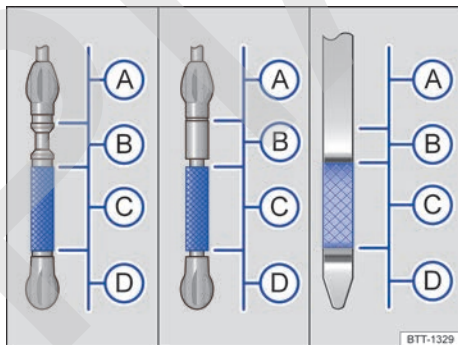

Fig. 253 Marcas del nivel de aceite del motor en la varilla de medición del nivel de aceite (variantes).
Si se somete el motor a grandes esfuerzos (p. ej., efectuando largos recorridos por autopista en verano, circulando con remolque → pág. 266 o atravesando puertos de alta montaña), el nivel de aceite debería encontrarse en la zona superior permitida de → fig. 253 Ⓒ.
Leyenda de la **fig. 253**:
7. Extraiga nuevamente la varilla de medición y compruebe en ella el nivel de aceite → **fig. 253** como sigue:
- (A)** El nivel de aceite del motor está demasiado alto. Dado el caso, tenga en cuenta los mensajes que se muestren en la pantalla del cuadro de instrumentos y **avise a un taller especializado** → **(D)**.
- (B)** **No añada aceite del motor** → **(D)**. Continúe en el paso 16.
- (C)** El nivel de aceite del motor es correcto. Se puede añadir aceite hasta el **límite superior de esta zona** si, p. ej., se somete el motor a grandes esfuerzos → **fig. 253**. Continúe en el paso 8 o 16.
- (D)** El nivel de aceite del motor está demasiado bajo. **Añada sin falta aceite del motor**. Continúe en el paso 8.
13. Al final del proceso, el nivel de aceite debería encontrarse por el centro de la zona → **fig. 253 (C)**. El nivel de aceite no debería encontrarse en la zona → **fig. 253 (B)**, por encima de → **fig. 253 (C)**, y no permita nunca que se encuentre en la zona → **fig. 253 (A)** → **(D)**.
14. Si por descuido ha añadido demasiado aceite y el nivel se encuentra en la zona → **fig. 253 (A)**, **no ponga el motor en marcha**. Avise a un taller especializado y, dado el caso, solicite la ayuda de personal especializado.
- Si por descuido ha añadido demasiado aceite del motor y el nivel se encuentra en la zona → fig. 253 (A), no ponga el motor en marcha. Avise a un taller especializado y, dado el caso, solicite la ayuda de personal especializado. ¡De lo contrario podrían dañarse el catalizador y el motor!
No permita nunca que el nivel de aceite del motor se encuentre por encima de la zona → fig. 253 (B). De no ser así, podría aspirarse aceite por el respiradero del cárter del cigüeñal y llegar a la atmósfera a través del sistema de escape.